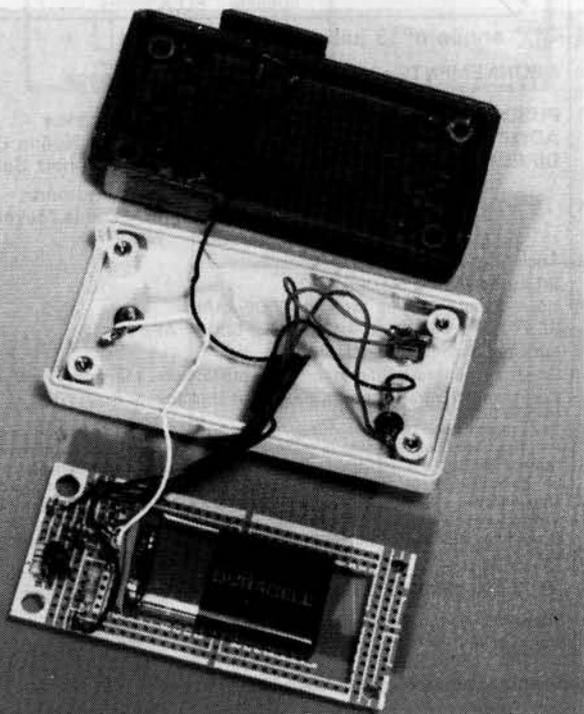

Figure 3 - Le montage "éclaté". Veillez simplement à ne pas intervertir les deux fils de la LED.
Les capteurs eux-mêmes seront faits de deux chutes de matériau isolant (époxy, bakélite) cuivré pour circuit imprimé. Ils seront reliés au circuit par deux fils fins. Les fils passent par un trou dans le circuit, leur extrémité dénudée est repliée contre le cuivre et soudée. Les capteurs seront collés ou fixés par des vis sur le boîtier (figure 3).
Le schéma de la **figure 3** montre comment est construit le hacheur. Le bloc G est le générateur de signaux carrés. Il commande l'aiguillage électronique qui laisse passer tour à tour le signal de l'entrée A et celui de l'entrée B. Les deux potentiomètres permettent d'obtenir que les deux courbes des signaux A et B ne se confondent pas sur l'écran. C'est en superposant une composante continue aux signaux d'entrée qu'on les déplace verticalement sur l'écran de l'oscilloscope. L'un sera placé dans la moitié supérieure grâce à une polarisation positive (le curseur du potentiomètre est tourné vers la borne positive) et l'autre décalé vers le bord inférieur à l'aide d'une polarisation négative (le curseur du potentiomètre correspondant est tourné vers la borne négative). A la sortie un amplificateur tampon injecte le signal sur l'unique entrée de l'oscilloscope. Quand il est dans la position représentée sur la **figure 3**, l'inverseur électro-
**Figure 3 - Principe de fonctionnement du hacheur. Les deux signaux à visualiser sont appliqués à l'entrée d'un commutateur électronique commandé à une fréquence élevée par un générateur de signaux carrés. Le signal de sortie attaque l'entrée unique de l'oscilloscope sur l'écran duquel apparaît un signal unique composé par la superposition des signaux d'entrée.**
Figure 4 - Le schéma du hacheur recèle quelques détails qui n'apparaissent pas sur la figure 3 : deux sélecteurs d'entrée CA-CC-masse, un sélecteur de déclenchement A ou B, un organe de réglage de la fréquence de commutation (P3) et un circuit de retard des flancs de commutation (N3 à N6). Les potentiomètres P1 et P2 agissent sur la composante continue superposée à chacun des signaux qu'ils permettent par conséquent de déplacer de haut en bas de l'écran de l'oscilloscope.